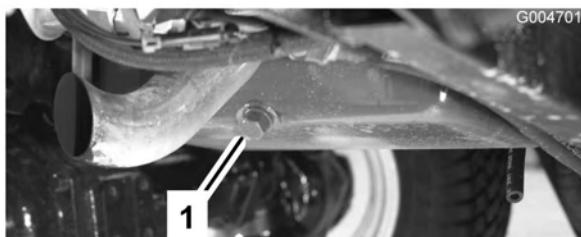

Figura 48
1. Retire o tampão de escoamento (Figura 48) e deixe o óleo escorrer para um recipiente adequado. Quando o óleo parar, volte a montar o tampão de escoamento.